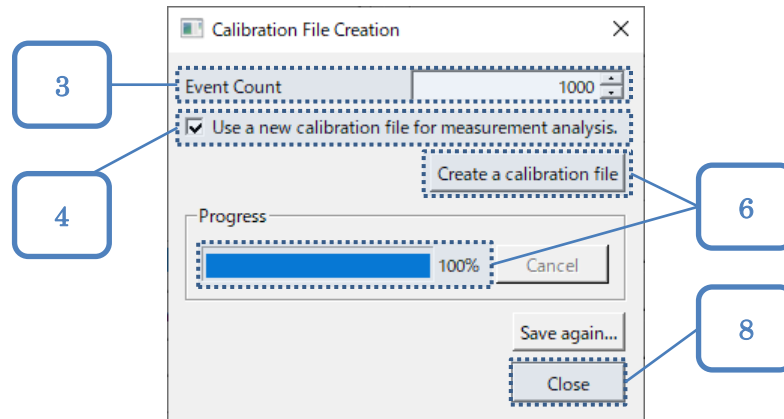

図 6-7. [Calibration File Creation]ダイアログ
- ② [QVT Monitor]ウィンドウのメニューバーの[Calibration]をクリックし、プルダウンの[Create Calibration File...]をクリックすると、[Calibration File Creation]ダイアログが表示されます。図 6-7 の番号は、以下の手順の番号に対応しています。